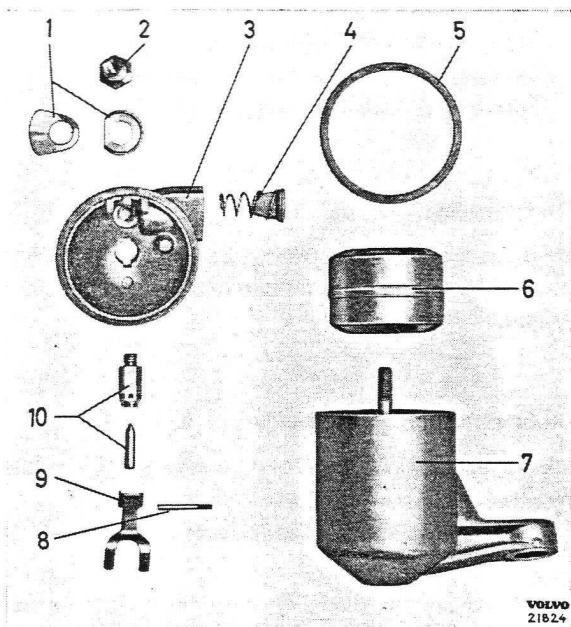

Bild 1-81. Schwimmergehäuse zerlegt (SU)
2. Mutter des Schwimmergehäusedeckels lösen. Siehe Bild 1-81.